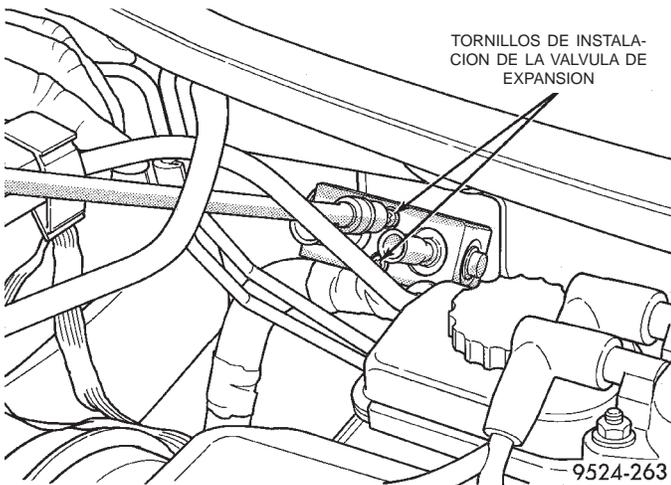

Fig. 49 Pernos de la válvula de expansión
(5) Retire los dos pernos de retención de la válvula de expansión (Fig. 49).